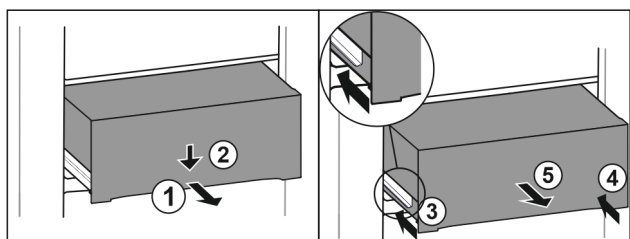

Fig. 155
- ▶ Витягніть ящик на половину. Fig. 155 (1)
- ▶ Спрямуйте висувний ящик вниз спереду. Fig. 155 (2)
- ▶ Вставте ліву рейку приблизно на 2 см. Fig. 155 (3)
- ▶ Вставте праву рейку приблизно на 2 см. Fig. 155 (4)
- ▶ Вийняти висувний ящик рухом вперед. Fig. 155 (5)